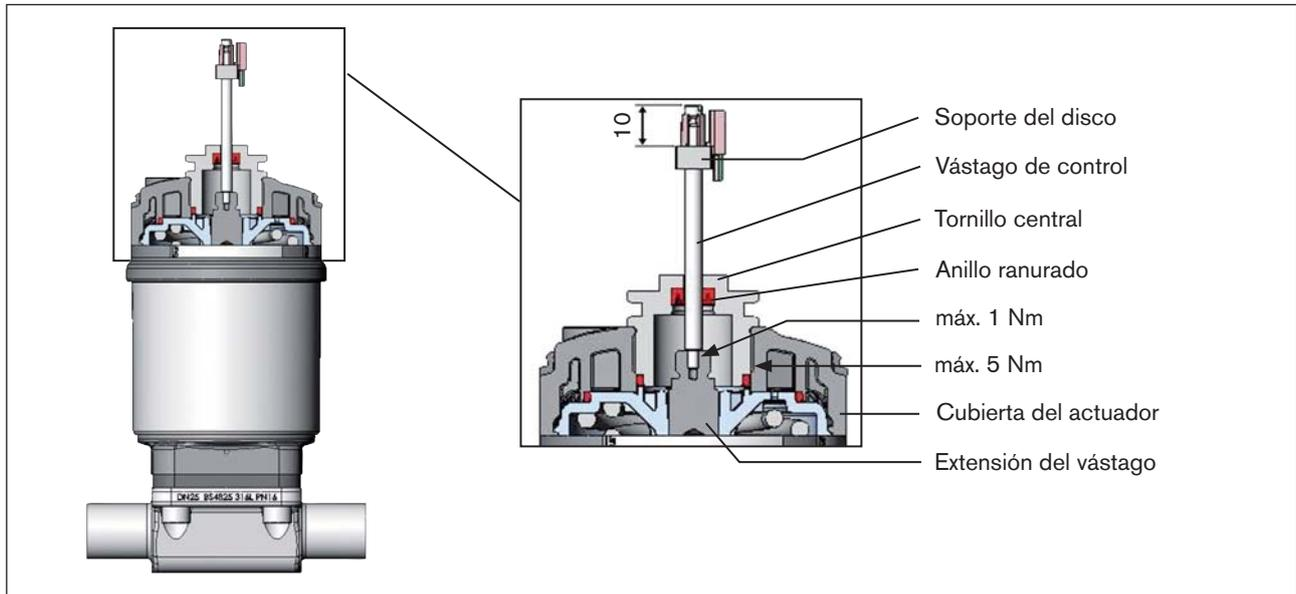

Fig. 3: Instalación del vástago de control
1. Montaje del vástago de control (vea la fig. 3: Instalación del vástago de control)